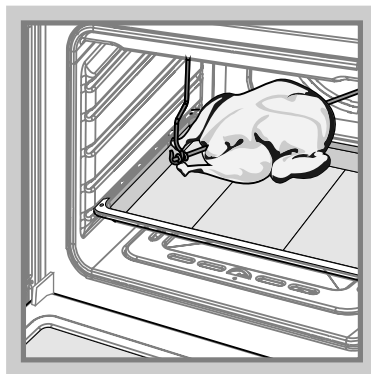

Рис. 5
- Насадите на штык кусок мяса или тушку птицы и закрепите его вилками посредством крепежных винтов. Закрепленный на штыке кусок мяса должен находиться точно под грилем (рис. 5).